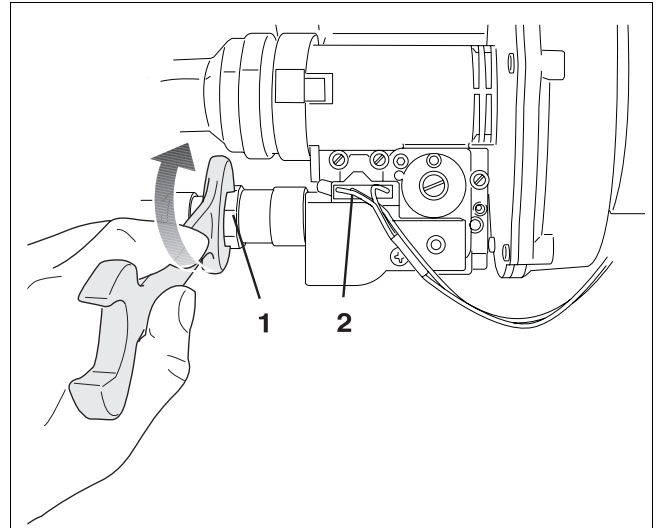

Fig. 65 Aansluitingen op het gasregelblok loshalen
- Haal de schroefverbinding op het gasregelblok los (fig. 65, **pos. 1**).
- Verwijder de connector op het gasregelblok (fig. 65, **pos. 2**).